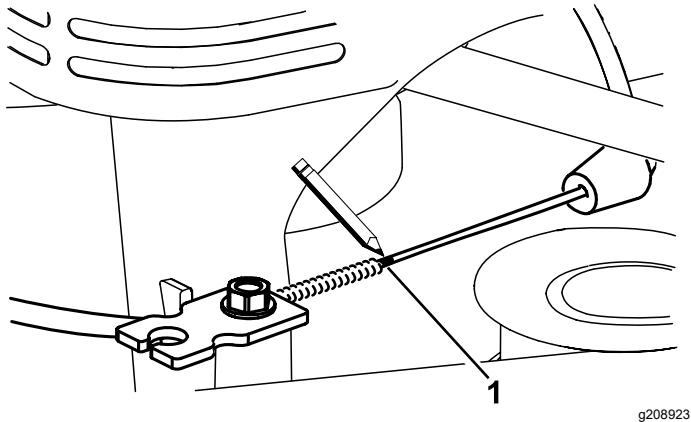
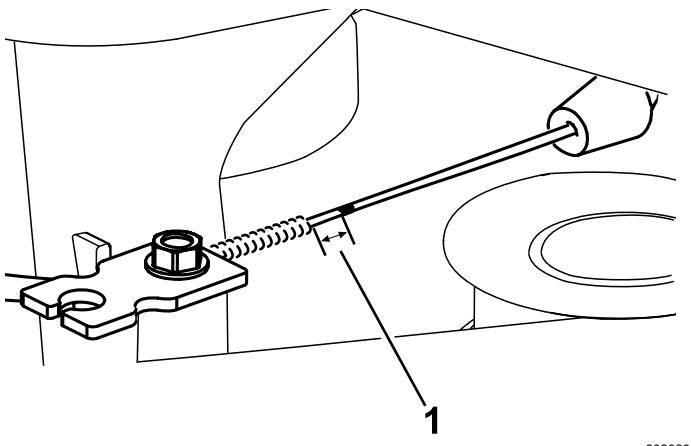

Figure 44
Figure 45
7. Faites une marque sur le câble de frein (Figure 44), puis réglez la gaine jusqu'à obtenir un mou d'environ 11 mm (7/16 po) (Figure 45).